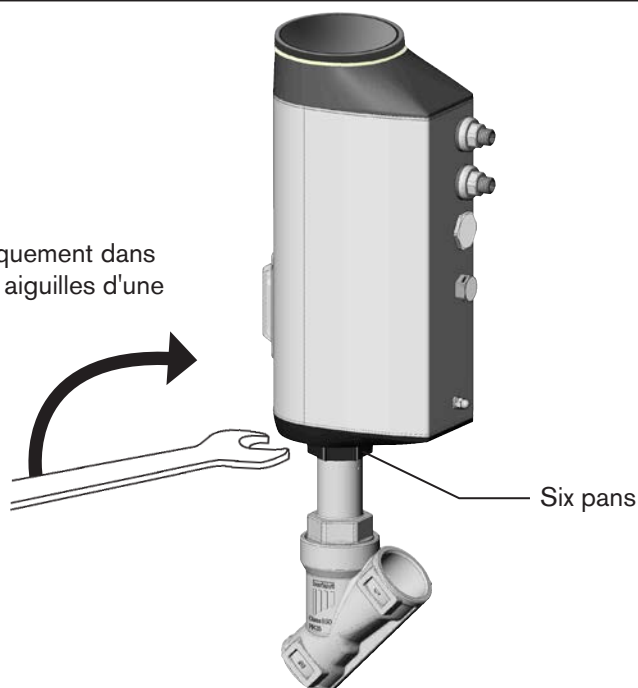

Figure 16 : Tourner l'actionneur
- ▶ Tourner l'actionneur uniquement dans la direction indiquée (voir « Figure 16 : Tourner l'actionneur »).